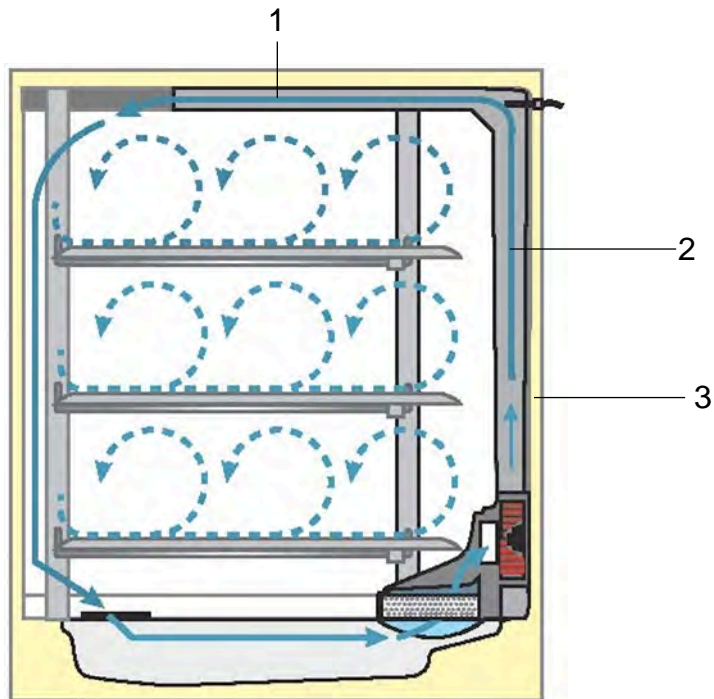

図 3-4. エアダクト
エアダクトは、装置内使用空間内の背面 (図 3-4、3) から上面に流れるファンからの空気の流れを促し、温度を均等にする働きをします。エアダクトはそれと同時に、装置内使用空間内に流れ込むプロセスガスを誘導し、ガスの混合が最適な状態となるようにします。
1. 上面ダクト (図 3-4、1)
2. 背面ダクト (図 3-4、2)
3. 作業空間の背面 (図 3-4、3)